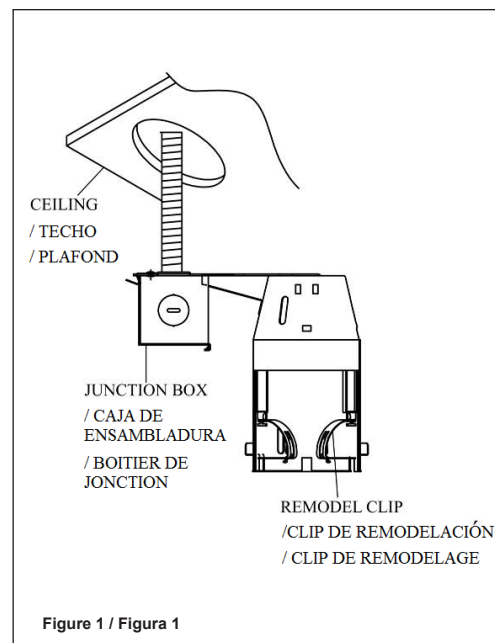

Figure 1 / Figura 1
- Connect the 120V HOT wire black to black; NEUTRAL wire white to white; GROUND bare wire to ground, push wires carefully back into junction box. Close snap on cover in place (Figure 1).
6. Connecter séparément les fils noirs SOUS TENSION de 120V, les fils blancs NEUTRE et les fils de TERRE nus, replacer soigneusement les fils dans la boîte de jonction. Remettre en place l'attache sur le couvercle (Figure 1).